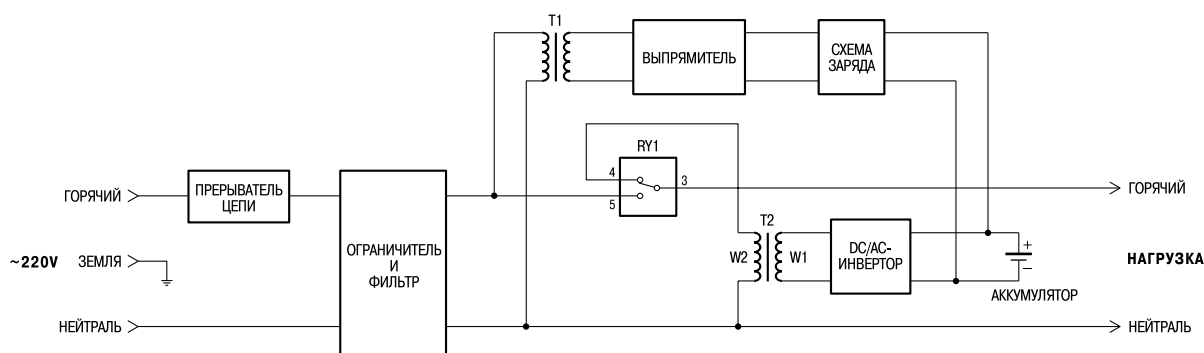

Рис. 1. Структурная схема
**Структурная схема** ИБП Back-UPS 250I, 400I и 600I показана на рис. 1. Сетевое напряжение поступает на входной многоступенчатый фильтр через прерыватель цепи. Прерыватель цепи выполнен в виде автоматического выключателя на задней панели ИБП. В случае значительной перегрузки он отключает устройство от сети, при этом контактный столбик выключателя выталкивается вверх. Чтобы включить ИБП после перегрузки, необходимо вернуть в исходное положение контактный столбик выключателя. Во входном фильтре-ограничителе электромагнитных и радиочастотных помех используются LC-звенья и металлооксидные варисторы. При работе в нормальном режиме контакты 3 и 5 реле RY1 замкнуты, и ИБП передает в нагрузку напряжение электросети, фильтруя высокочастотные помехи. Зарядный ток поступает непрерывно, пока в сети есть напряжение. Если входное напряжение падает ниже установленной величины или вообще исчезает, а также если оно сильно зашумлено, контакты 3 и 4 реле замыкаются, и ИБП переключается на работу от инвертора, который преобразует постоянное напряжение аккумуляторов в переменное. Время переключения составляет около 5 мс, что вполне приемлемо для современных импульсных блоков